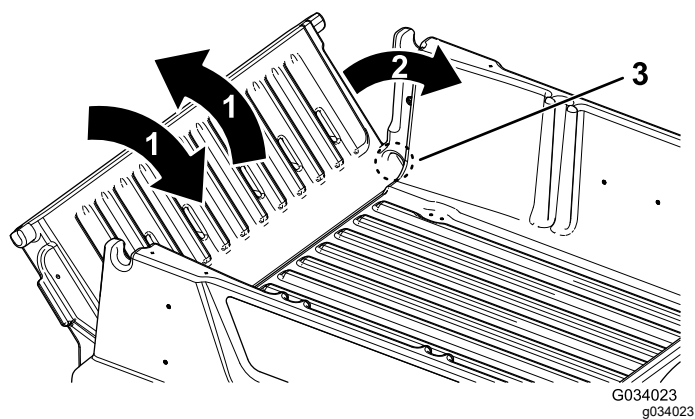

図 16
2. テールゲートを 45°程度の角度にする 図 16。
るよう回数往復させる 図 16。